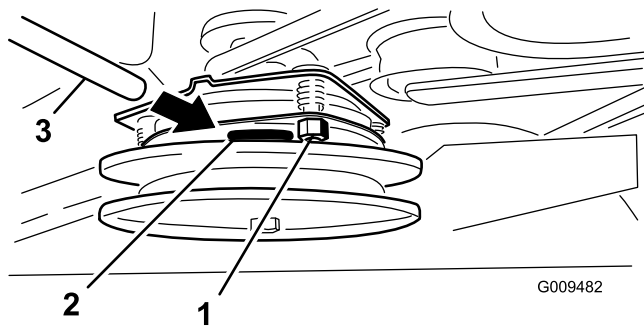

Bild 53
2. Sollte eine Einstellung erforderlich sein, stellen Sie 0,381 mm für jede der drei Einstellungsschlitzpositionen ein. Ziehen Sie die Sicherungsmuttern fest, bis die Fühlerlehre etwas fest sitzt, jedoch leicht bewegt werden kann (Bild 53).